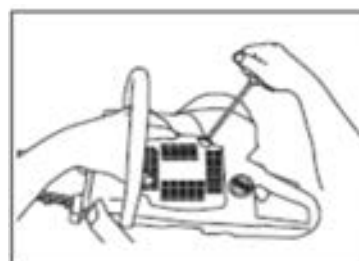

Bild 5
- \* Startmagasinet återmonteras genom att startkabeln dras ut, och startmagasinet hålls mot vevhuset (bild 5). Släpp långsamt startkabeln så att remskivan kan placera sig mellan spärrarna.